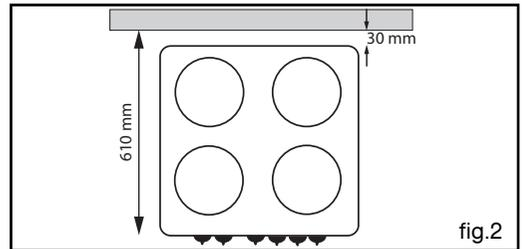

fig.2
Vous devez respecter la côte d'encastrement suivante (fig.2, vue de dessus):
- Cote de profondeur d'encastrement entre le mur à l'arrière et l'avant de l'appareil : 610 mm (voir fig. 2, vue de dessus).
- Déserrez les vis du serre-câble (fig.2).
- Introduisez le câble d'alimentation par le côté du capot et dans le serre-câble situé à droite du bornier. (Reportez-vous au tableau de la page précédente pour le choix de la section du câble) (fig.2).
- Raccordez les fils du câble conformément au schéma ci-contre (fig.2). Tous les brins des fils d'alimentation doivent être emprisonnés sous les vis. Le fil de terre couleur vert-jaune doit être relié à la borne \oplus .
- Vissez à fond les vis du bornier et vérifiez le branchement en tirant sur chaque fil (fig.2).